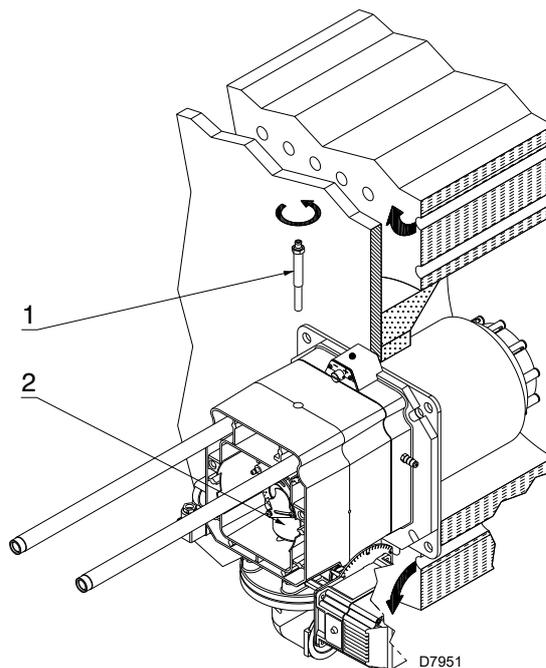

Fig. 14
- togliere la vite 1)(Fig. 14)
- estrarre la parte interna 2)(Fig. 14) della testa e provvedere alla loro taratura.
A questo punto dell'installazione la testa di combustione è fissata alla caldaia come in Fig. 14. È quindi particolarmente agevole la sua regolazione, che dipende unicamente dalla potenza massima del bruciatore.